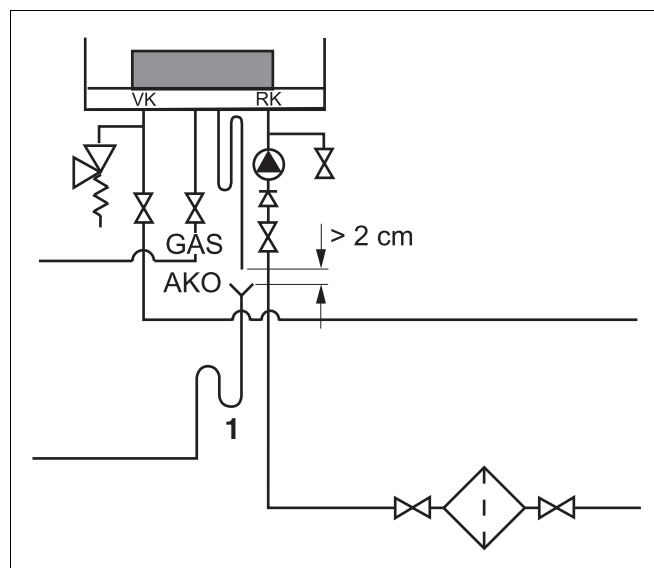
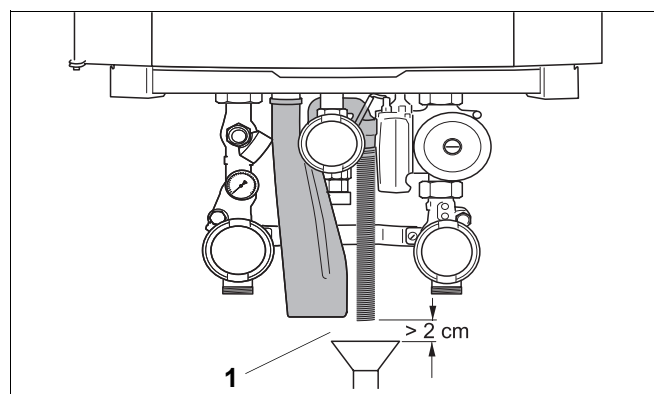

Рис. 19 Подключение сифона
Рис. 20 Линия отвода конденсата
- Провести линию отвода конденсата к сливной воронке (рис. 19, **поз. 1** и рис. 20, **поз. 1**).